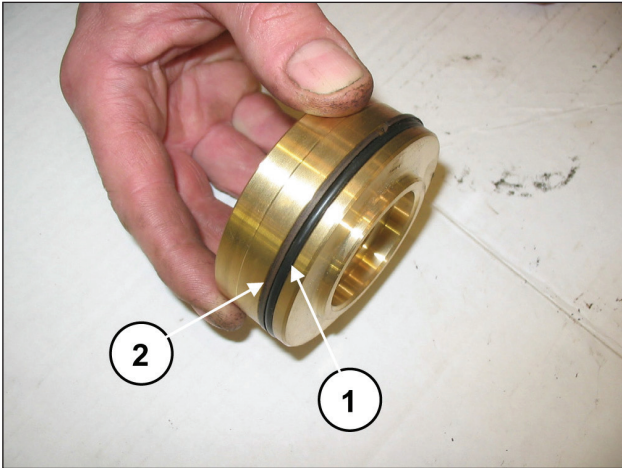

Fig. 114
Monte o O-ring, pos. de explosão nº 17 (pos. ①, Fig. 114) e o anel anti-extrusão, pos. de explosão nº 21 (pos. ②, Fig. 114) na tampa da válvula de descarga.